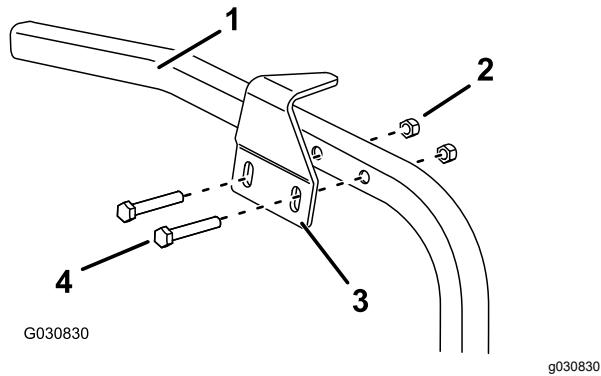

Bild 2
13. Befestigen Sie die Riegelhalterung in den vorhandenen Löchern am linken Rahmenträger direkt unter dem Schloss, wie in Bild 2 abgebildet.
14. Befestigen Sie die Riegelhalterung mit zwei Schrauben (5/16" x 2") und zwei Sicherungsmuttern (5/16") am Rahmenträger, wie in Bild 2 abgebildet.